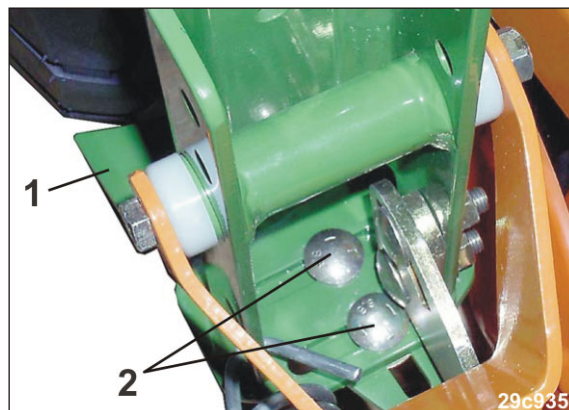

Fig. 232
1. Løsn skruerne (Fig. 232/2).
2. Indstil hjulafstrygeren (Fig. 232/1).